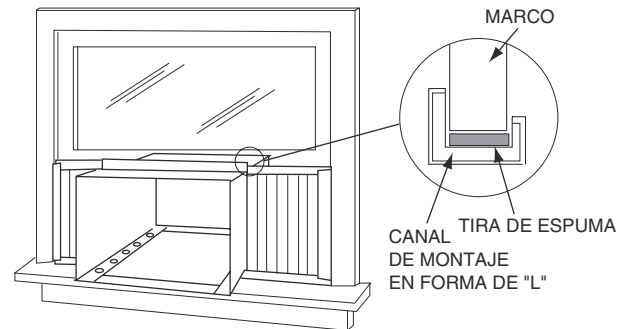

FIGURA 14 — POSICIÓN DE LA CAJAS
15. Centre la caja en la ventana. Baje el marco móvil de la ventana hasta que descansa firmemente en el canal superior instalado en el Paso 7. Compruebe que la caja quepa justamente por arriba y por abajo en la abertura de la ventana. Compruebe que el canal inferior quepa dentro de la ranura de las piezas de soporte. Vea la Figura 14.